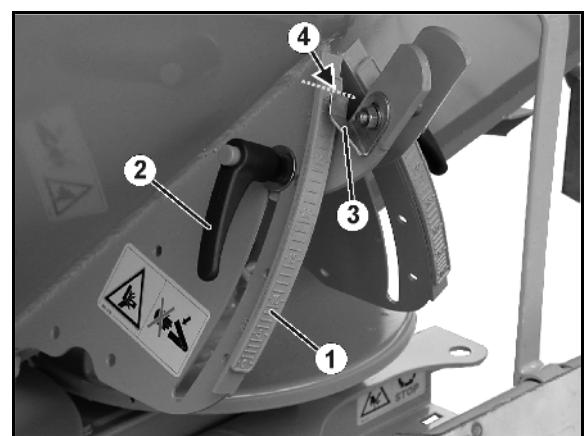

図 65
2. 蝶ナット（図 65/1）を外します。
3. 目盛り（図 65/2）において、散布表に記載されていた、あるいはキャリブレーション装置で検出したシャッター位置用の目盛り値を探してください。
4. 両設定レバー（図 65/4）の読み取りエッジ（図 65/3）をこの目盛り値に設定します。
5. 蝶ナット（図 65/1）を再びしっかりと締め付けてください。